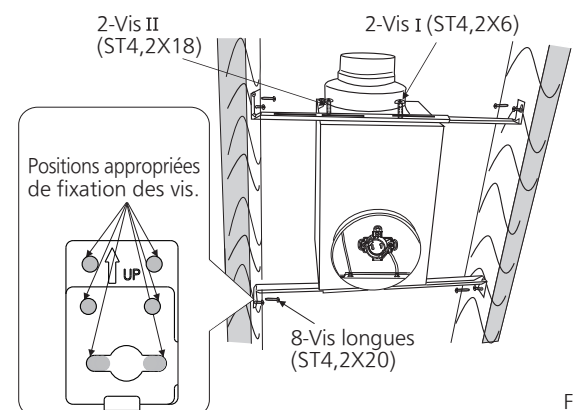

Fig. 4
- Suspendez le boîtier du ventilateur aux quatre vis longues, ajustez les supports de suspension si nécessaire. Serrez ensuite les quatre vis longues. Fixez ensuite quatre autres vis longues (ST4,2X20) aux autres orifices. Assurez-vous que le boîtier du ventilateur est nivelé et perpendiculaire par rapport aux solives. (Voir Fig. 4)
- Serrez les deux vis I (ST4,2X6) (Sauf lorsque l'espace est de 305 mm (12 po) entre les solives.). Et fixez les supports de suspension I et II au boîtier du ventilateur avec les vis II (ST4,2X18). (Voir Fig. 4)